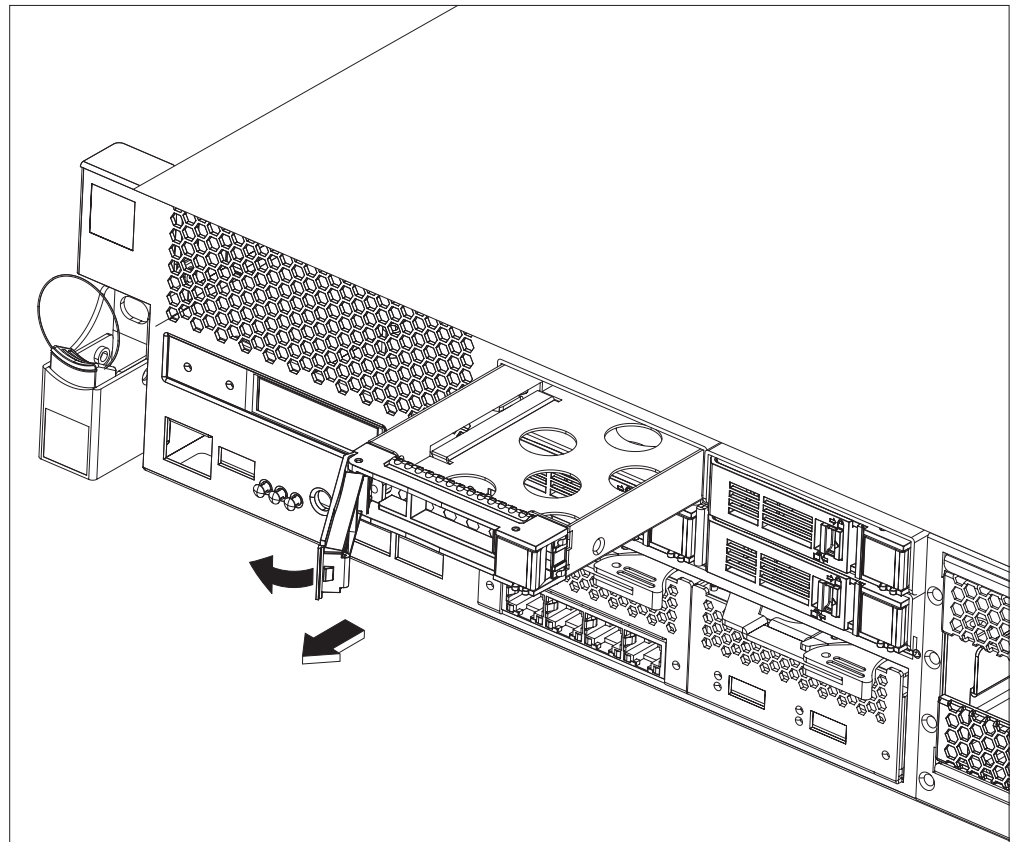

Figura 17. Removendo um módulo de unidade de disco rígido (Tipo 7199)
2. Pressione o botão azul e a alavanca será aberta. A Figura 17 ilustra as etapas a seguir.